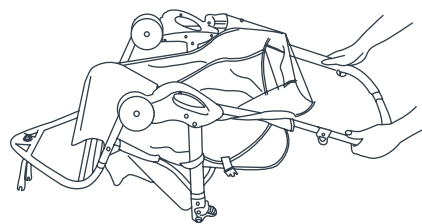

Fig. 1
1) Appuyez la poussette vers l'arrière de manière à ce qu'elle repose sur l'essieu arrière et la poignée et que les fourchettes avant pointent vers le haut (Fig. 1).